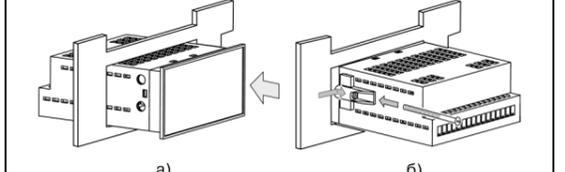

Рисунок 7.3
7.2.2 Вставьте фиксаторы из комплекта поставки в отверстия на боковых стенках прибора (рисунок 7.3,а);
7.2.3 С усилием заверните винты М4x35 в отверстиях каждого фиксатора так, чтобы прибор был плотно прижат к лицевой панели щита (рисунок 7.3,б).